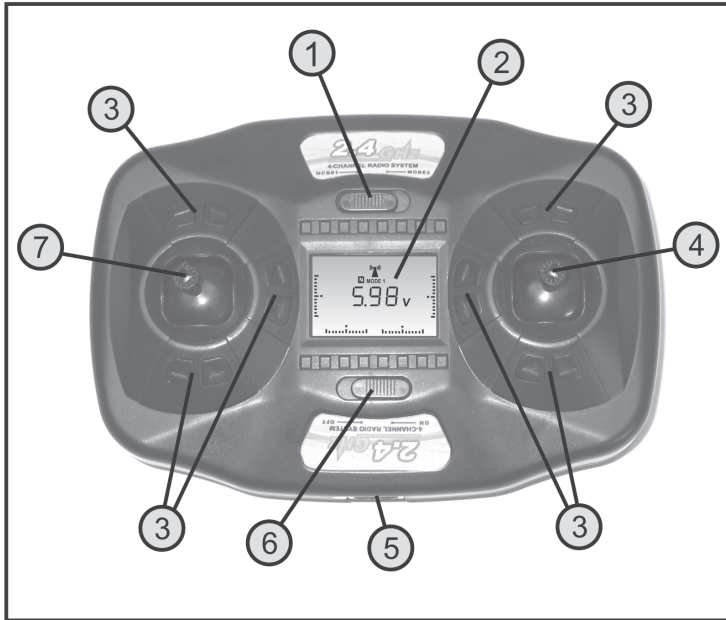
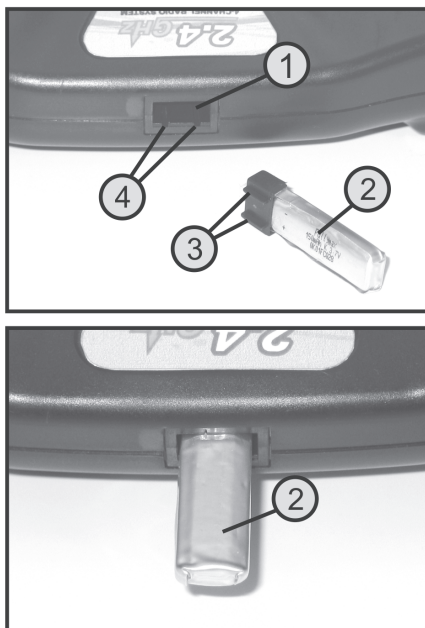

Figure 1
Figure 7
Poussez le commutateur de fonctionnement (voir figure 1, pos. 6) de la position « OFF » (Arrêt) sur la position « ON » (Marche).
Réglez, émetteur éteint, le commutateur de Mode (voir fig. 1, Pos. 1), dans la position souhaitée et allumez alors l'émetteur à l'aide du commutateur de fonction (voir fig. 1, Pos 6).
Une fois l'accu de propulsion inséré jusqu'au fond du logement de chargement (voir illustration inférieure de la fig. 7), allumez l'émetteur à l'aide du commutateur de fonction (voir également fig. 1, Pos. 6).